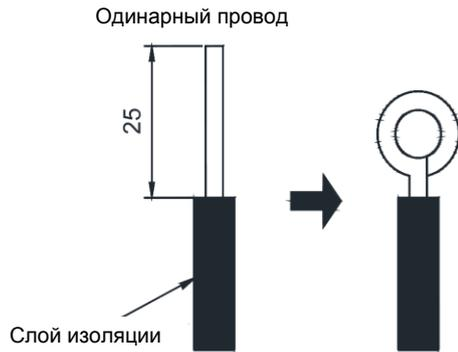

Рисунок 5.1.1
- (1) Подключение клемм монтажной и коммутационной плат (как показано на рис. 5.1.1)